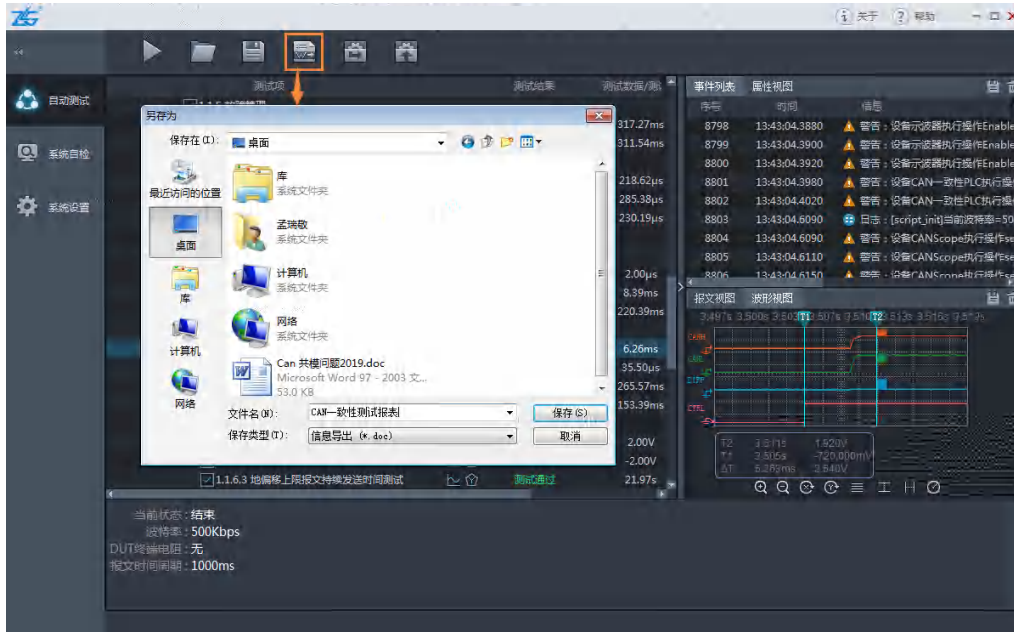

图 5.13 报表导出
如图 5.13 所示，报表导出流程为：①点击“导出报表”图标 ，弹出“另存为”对话框；②设置好保存路径、文件名等设置后保存即可；③在指定路径查看报表，报表是一份 doc 格式的 word 文档。